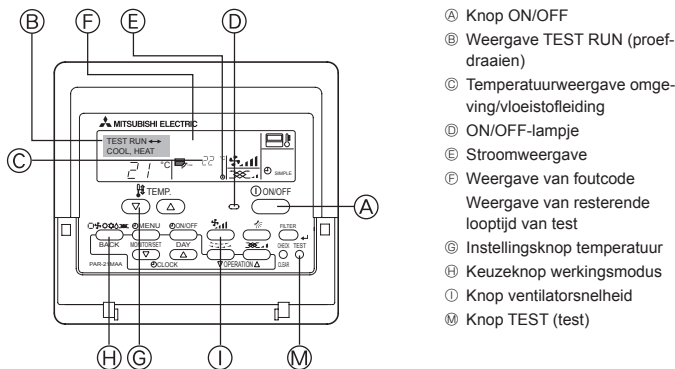

Fig. 6-1
6.2.1. Afstandsbediening met draad (Fig. 6-1)
- ① Schakel het apparaat minimaal 12 uur voor het proefdraaien in.
- ② Druk tweemaal op de toets [TEST]. ➔ "TEST RUN" in het LCD-venster
- ③ Druk de toets [Mode selection] (Moduskeuze) in.
- ④ Druk op de toets [Mode selection] (Moduskeuze) en schakel over naar de werkstand koelen (of verwarmen).
- ⑤ Druk op de toets [Fan speed] (Windsnelheid).
- ⑥ Controleer de ventilator van het buitenapparaat op een goede werking.
- ⑦ Schakel het proefdraaien uit met de [ON/OFF] (AAN/UIT)-toets ➔ Stop